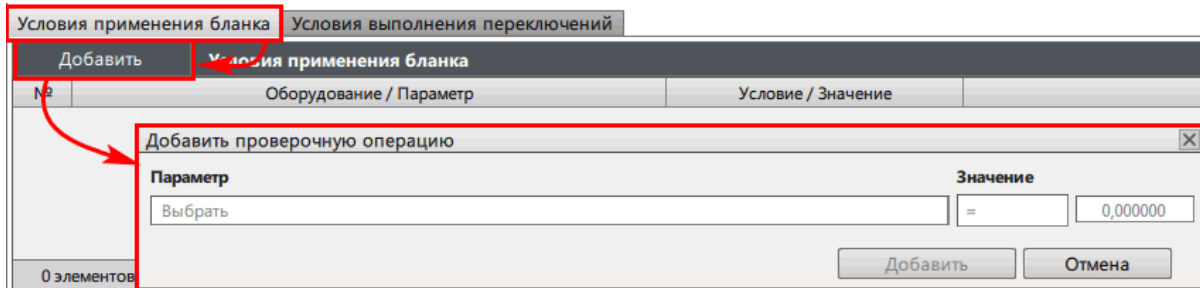

Рисунок 130 - Условия применения бланка
3. Добавьте условия применения бланка (Рисунок 130).